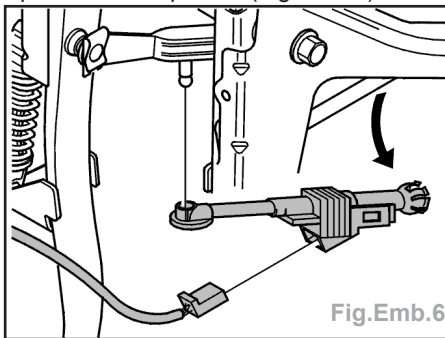

Fig.Emb.6
- Débrancher le connecteur du capteur de position de la pédale (Fig.Emb.6).